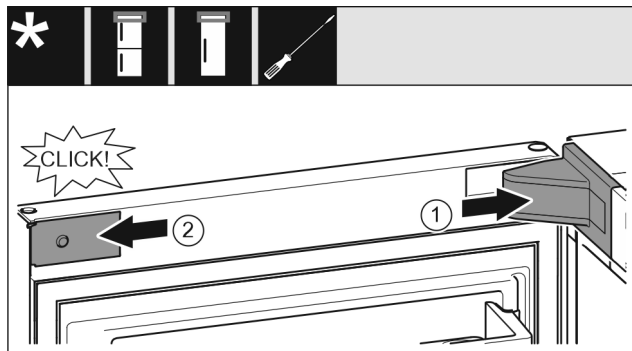

Fig. 21
- ▶ Stavite pokrov podloška ležaja Fig. 21 (1) i pustite ga da se uglavi, po potrebi ga oprezno razdvojite.
- ▶ Postavite masku Fig. 21 (2) bočno i uglavite je.